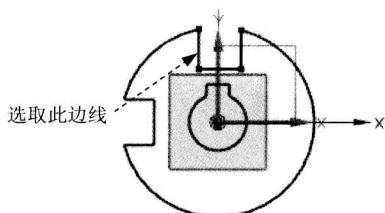

图 2.13.5 添加约束(一)
Step 1 单击“显示所有约束”按钮 和“约束”按钮 。单击“竖直”按钮 ，选取图 2.13.5 所示的边线添加“竖直”约束。